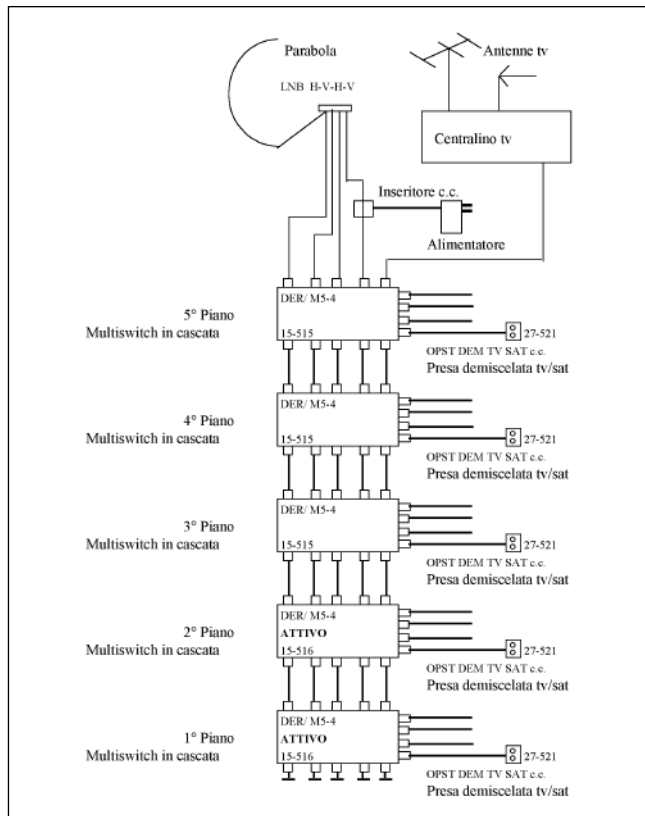

Figura 1.9
- impianto a multiswitch in cascata; nella figura 1.9 viene illustrato un tipo di impianto tv/sat con multiswitch in cascata: i cavi da tutte le prese tv/sat demiscelate devono convergere ai multiswitch installati nelle scatole di distribuzione ai vari piani; i multiswitch permettono il passaggio del segnale delle 4 polarizzazioni e della linea tv per il piano sottostante con una bassa attenuazione e miscelano i segnali tv/sat verso le uscite derivate. In commercio sono reperibili dei modelli di multiswitch in cascata che hanno dalle 2 alle 8 uscite derivate.